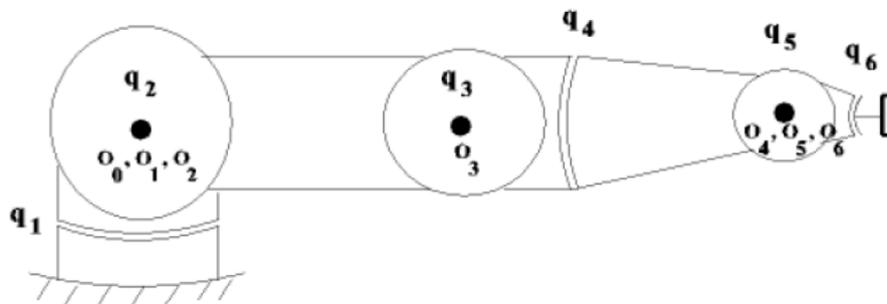

Figure 7: Bras du robot tendu à l'horizontale.
- Le bras du robot est tendu à l'horizontale selon l'axe x_0 (Figure 7)